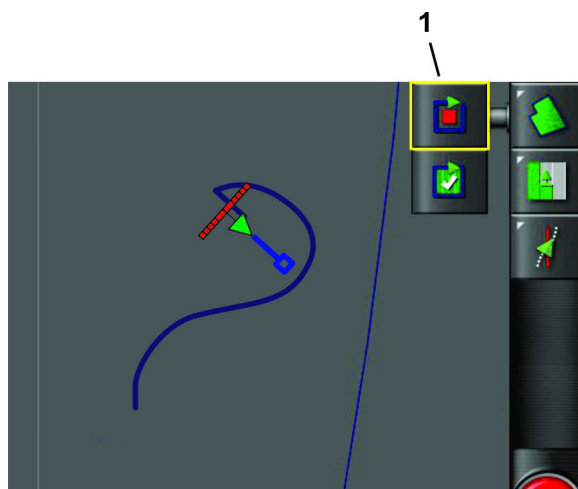

Figura 43
3. Allineate la macchina in posizione (Figura 43).
4. Premete l'icona REGISTRA CONFINE DEL CAMPO per iniziare a registrare nuovamente, quindi continuate a guidare la macchina per definire il perimetro di confine (Figura 43).